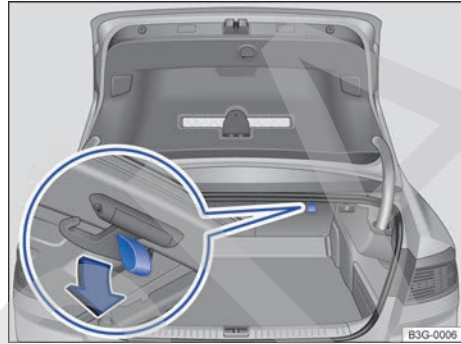

Fig. 254 En el maletero: gancho para bolsas.
- Tire del lazo del gancho → fig. 254 hacia abajo.